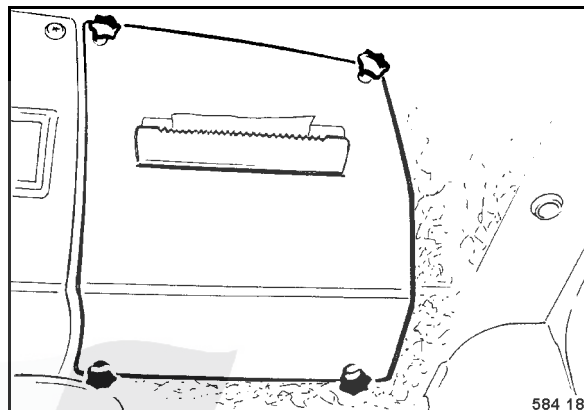

fig. 99
- Dévisser les poignées en étoile (fig. 99) et retirer le cache.